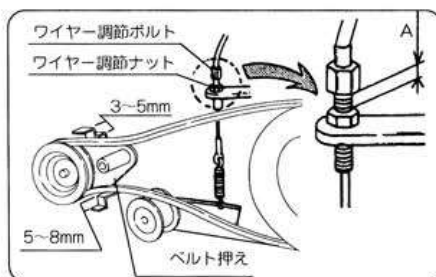

図36
(図36)
- ② ワイヤー調整ボルトを上にしてA寸法を長くしてください。(図36)